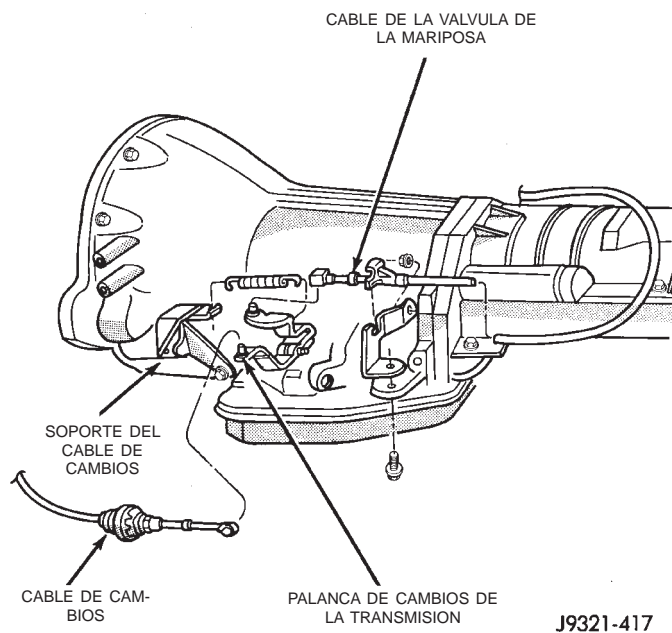

Fig. 175 Fijación del cable de cambios de la transmisión -Característico
- (1) Coloque la transmisión en posición PARK.
- (2) Eleve el vehículo.
- (3) Desenganche la abrazadera del ajustador del cable (en el extremo del cable de la transmisión) a fin de desbloquear el cable.
- (4) Desenganche el cable del soporte del cable de la transmisión (Fig. 175).
- (5) Deslice el ojal del cable para extraerlo de la palanca de cambios de la transmisión.
- (6) Verifique que la palanca de cambios de la transmisión esté en el detenedor de estacionamiento desplazando la palanca totalmente hacia atrás. La posición de estacionamiento es la última del detenedor hacia atrás.
- (7) Verifique el acoplamiento positivo del seguro de estacionamiento de la transmisión intentando girar el